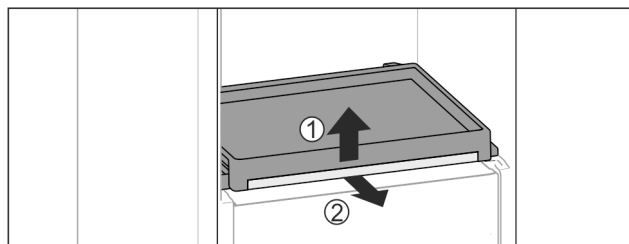

Fig. 153
- ▶ Izvadite izvlačni pretinac sa staklenom pločom: Staklenu ploču s prednje strane lagano podignite Fig. 153 (1) i izvucite prema naprijed Fig. 153 (2).